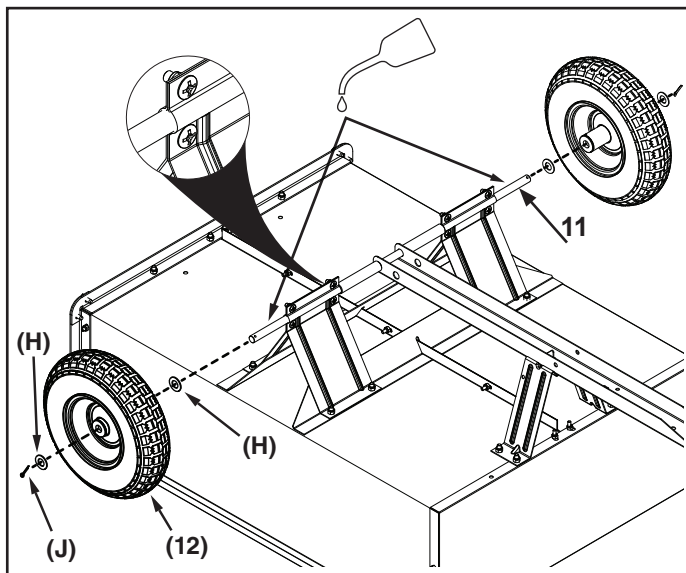

FIGURE 15
ÉTAPE 15 : (VOIR FIGURE 15)
- Fixez les roues à l'essieu en installant une grande rondelle (H), une roue (12), une autre grande rondelle (H) et une goupille fendue de 1/8 po (J). Répétez cette étape de l'autre côté.
- Écartez les extrémités de la goupille fendue (J).